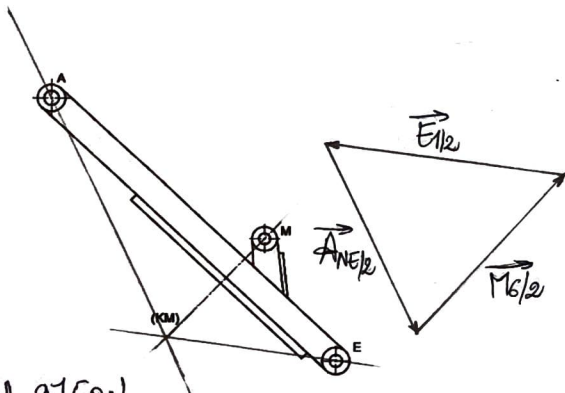

Figure 5
3.4. Isoler le bras 2, faire le bilan des actions mécaniques et déterminer graphiquement les actions en M et E (sur figure 5, feuille 6/7).